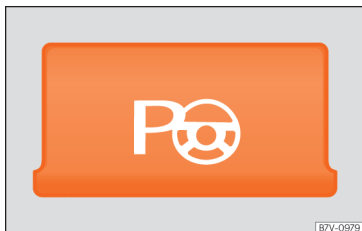

Fig. 251 Detalle de la consola central: tecla para conectar manualmente el sistema de asistencia al volante para aparcar.
- **En aparcamientos paralelos a la calzada:** pulse la tecla  » fig. 251 tantas veces como sean necesarias hasta seleccionar el modo de aparcamiento deseado. Cuando la función está activa, se ilumina el testigo de la tecla.
• **En aparcamientos perpendiculares a la calzada:** pulse la tecla  » fig. 251 tantas veces como sean necesarias hasta seleccionar el modo de aparcamiento deseado. Cuando la función está activa, se ilumina el testigo de la tecla.
- Pulse la tecla . Cuando la función está activa, se ilumina el testigo de la tecla  » fig. 251.